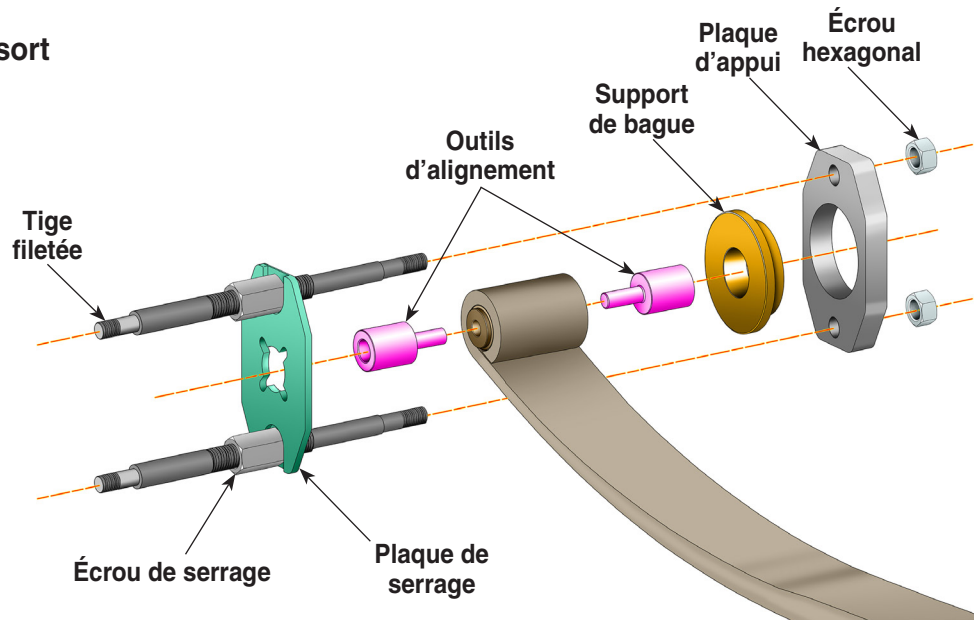

Figure 1
1. Insérez les deux *outils d’alignement* dans la bague, comme illustré dans la Figure 1.